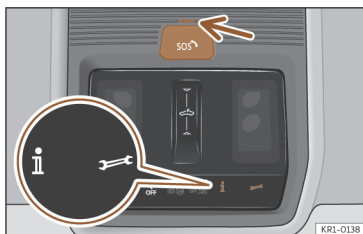

Fig. 51 Na consola do tejadilho: comando para os serviços de voz.
>>> **Fig. 51**, podem executar-se os seguintes serviços de voz:
>>> **Fig. 51** (seta). Indica os seguintes estados:
1. Pressione brevemente a tampa do botão SOS e abra a tampa >>> Fig. 51.
Dependendo do equipamento e do país, o veículo pode estar equipado com um sistema de chamada de emergência. Em alguns países, o sistema de chamada de emergência gratuito público está ativo por defeito. O elemento de controlo encontra-se na consola do tejadilho >>> **Fig. 51.**
1. Pressione brevemente a tampa do botão ^{SOS} e abra a tampa >>> **Fig. 51.**